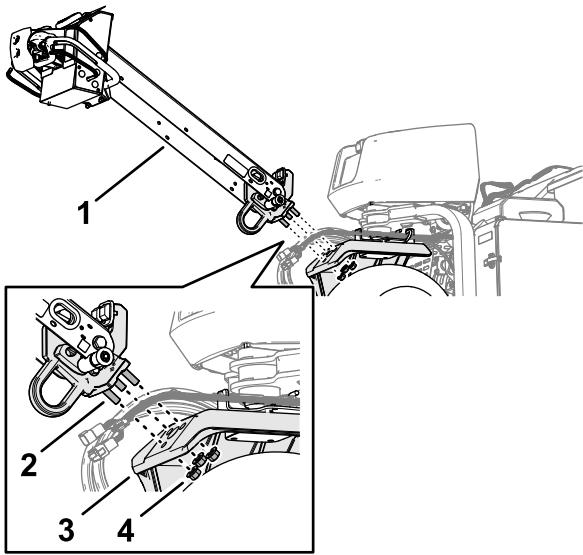

図 5
1. ハンドルバーの端部にあるスタッドを、ステアリングアームに差し込む **図 5**。